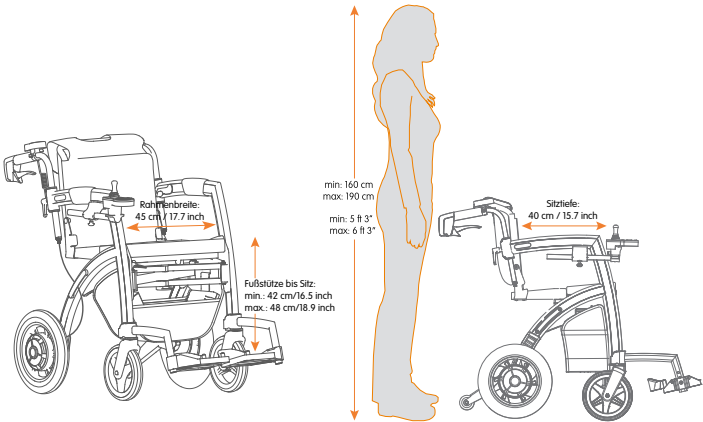

Abbildung 83: Ergonomische Abmessungen des Rollz Motion Electric als elektrischer Rollstuhl.
- (Abbildung 83)
- Griffe:** Polyurethan (PU)-Schaum.
- Innenkissen Sitz und Rollstuhlpaket Sitz:** Füllung aus Polyurethan (PU)-Schaum.